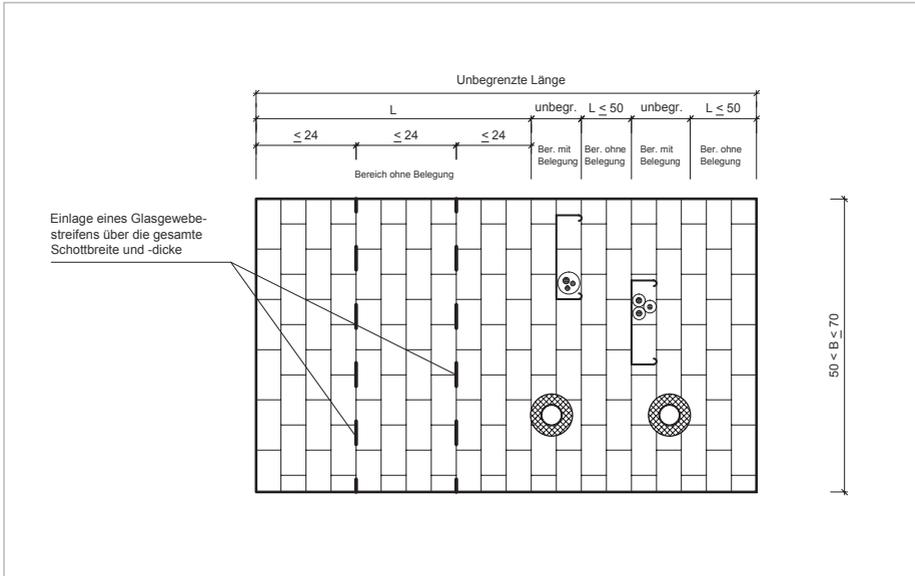

Bild 4: Einlage von Glasgewebestreifen in Decken
- / Schottbereiche in Decken ohne Installationen mit einer Länge > 500 mm sind mit Stahlbauteilen unterhalb der Kombiabschottung (Mindestabmessung 40 mm x 2 mm) alle 500 mm zu unterstützen (s. Bild 5, S. 35). Alternativ darf anstelle eines Stahlbauteils ein Glasgewebe alle 240 mm in die Lagerfugen eingelegt werden. (s. Bild 4, S. 35)